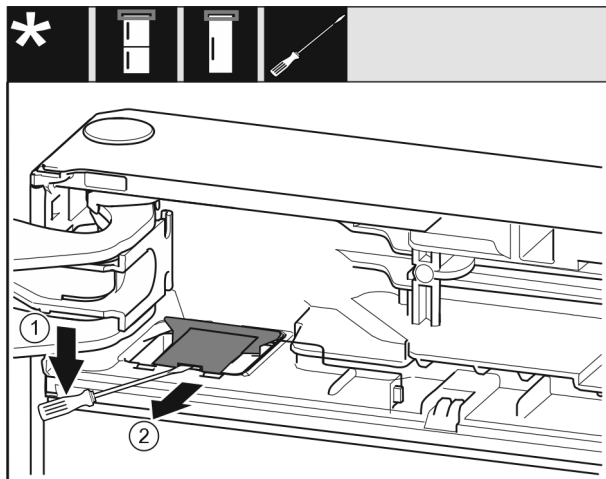

Fig. 9
- ▶ Haakige kate lapikkruvikeerajaga lahti ja tõstke üles. Fig. 9 (1)
- ▶ Võtke kate välja. Fig. 9 (2)